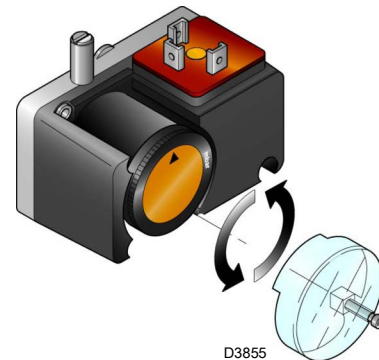

图 32
- ▶ 如果存在燃气泄露，根据随附的说明书调节燃气泄露检测装置 (PVP 组件) (图 32, 页 32) 的压力开关。
如果存在燃气泄露，根据随附的组件说明书调节燃气泄露检测装置 (PVP 组件) (图 32) 的压力开关。